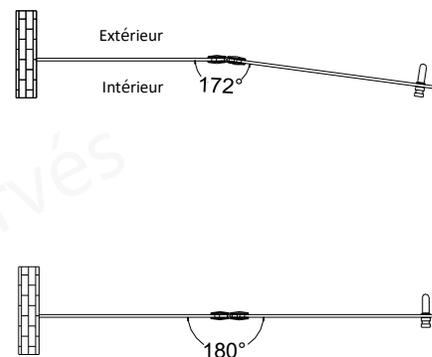

Figure 3
3. Utilisez la clé Allen fournie pour desserrer les vis de réglage sur la plaque de la charnière, ajustez la porte à l'angle souhaité, puis resserrez les vis de réglage. (Figure 3)